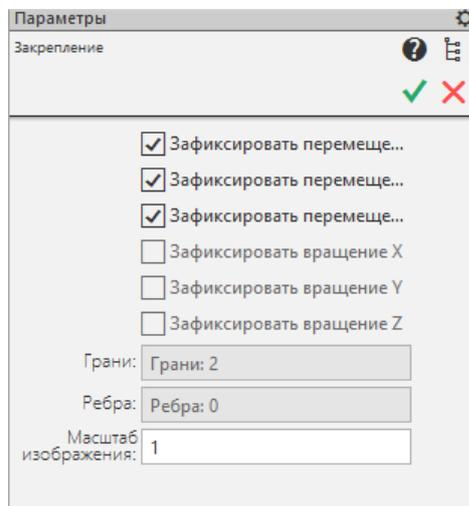

Рис. 3.18. Задание закреплений
**Закрепление** - выбрав данную команду, Вы сможете установить закрепление к ребру и к поверхности трехмерной модели (Рис. 3.18).